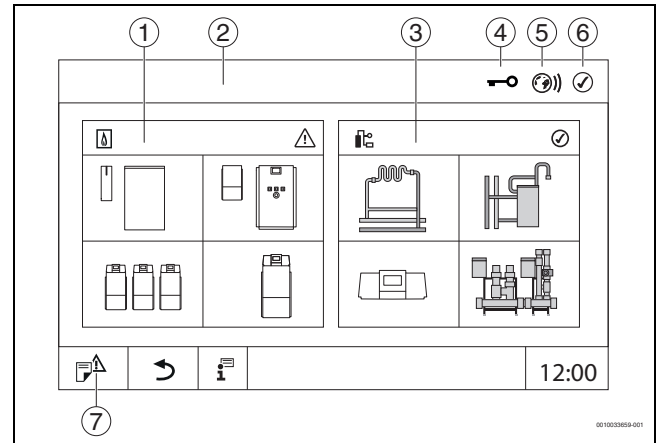

Рис. 8 Обзор системы (пример)
- коснитесь **установка** (→ рис. 8, [3], стр. 17).